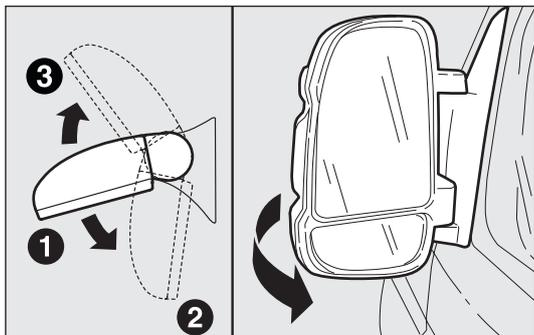
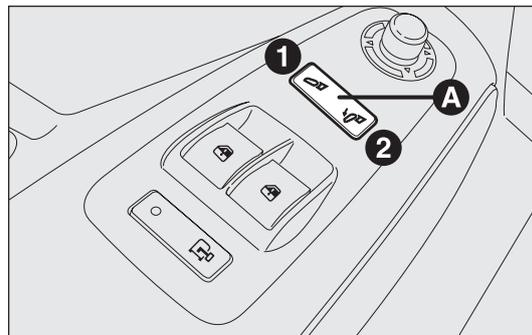

fig. 42
fig. 43
### Ripiegamento specchi a regolazione manuale fig. 42
In caso di necessità (per esempio quando l'ingombro degli specchi crea difficoltà in un passaggio stretto o durante il lavaggio automatico) è possibile ripiegare gli specchi sia elettricamente che manualmente, spostandoli dalla posizione 1 - fig. 42 alla posizione 2.
Per ripiegare elettricamente gli specchi premere il punto 2 del pulsante basculante A-fig. 43. Per riportare gli specchi in posizione di apertura, premere il punto 1 del pulsante.
Per ripiegare manualmente gli specchi, spostarli dalla posizione 1-fig. 42 alla posizione 2. Se gli specchi sono stati ripiegati manualmente, possono essere riportati in posizione di apertura sia manualmente che elettricamente.
**AVVERTENZA** Per riportare elettricamente gli specchi in posizione di apertura, premere il punto 2 del pulsante basculante A-fig. 43 fino ad avvertire uno “scatto” di aggancio e successivamente premere il punto 1 del pulsante stesso.
Gli specchi possono essere ripiegati manualmente in avanti (posizione 3-fig. 42), oppure riportati manualmente in posizione 2 di apertura nel caso siano stati ruotati accidentalmente in avanti (ad es. in seguito ad un urto).
Per riportare elettricamente gli specchi in posizione di apertura, premere il punto 2 del pulsante basculante A-fig. 43 fino ad avvertire uno “scatto” di aggancio e successivamente premere il punto 1 del pulsante stesso.
**AVVERTENZA** Se per errore gli specchi sono stati ripiegati manualmente nella posizione 3-fig. 42), lo specchio si mette in posizione intermedia. In questo caso ruotare manualmente lo specchio in posizione 1, poi premere il punto 2 del pulsante basculante A-fig. 43 per riportare lo specchio in posizione 2 fino ad avvertire uno “scatto” e successivamente premere il punto 1 del pulsante per riportarlo in posizione 1.